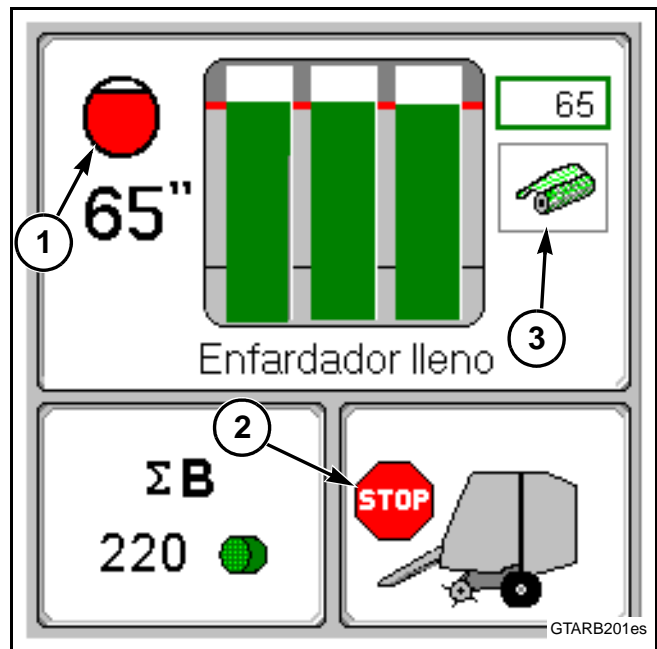

FIG. 74
FIG. 74: Cuando el fardo alcanza el diámetro seleccionado, suena una alarma, y se encienden el icono de fardo completo (1) y el icono de detención (2). Detenga el desplazamiento hacia adelante de la enfardadora.